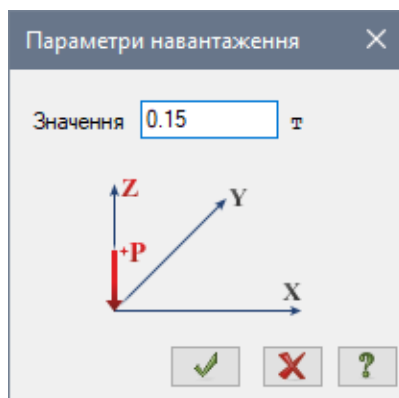

Рис. 8.17. Діалогове вікно **Параметри навантаження**
- Натиснувши на кнопку зосередженої сили відкрийте діалогове вікно **Параметри навантаження** (рис. 8.17).